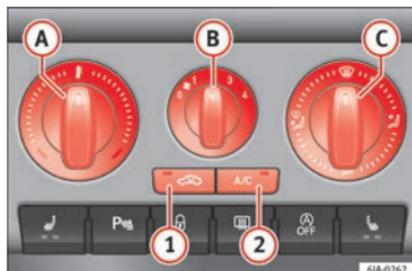

Fig. 170 Climatiseur : éléments de commande.
Le système de refroidissement fonctionne uniquement si la touche **A/C** **2** » **fig. 170** » page 155 est actionnée, et si les conditions suivantes sont réunies :
- La température augmente en tournant la commande **A**  **fig. 170** vers la droite.
- Activez le ventilateur en tournant la commande **B**  **fig. 170** vers les positions 1 à 4.
- Si vous souhaitez couper l'entrée d'air frais, appuyez sur la touche  **1**  **fig. 170** page 155, Recyclage de l'air ambiant.
- En tournant la commande **C**  **fig. 170** vous réglez l'arrivée d'air à travers les diffuseurs correspondants  page 153.
- Appuyez sur la touche **A/C** **2**  **fig. 170**. Le témoin de la touche s'allume.
Si la molette **C**  **fig. 170** est en position de dégel, la trappe de recyclage sera toujours ouverte (témoin lumineux éteint).
- Appuyez sur la touche **1** » fig. 170, le témoin de la touche s'allume, ce qui indique